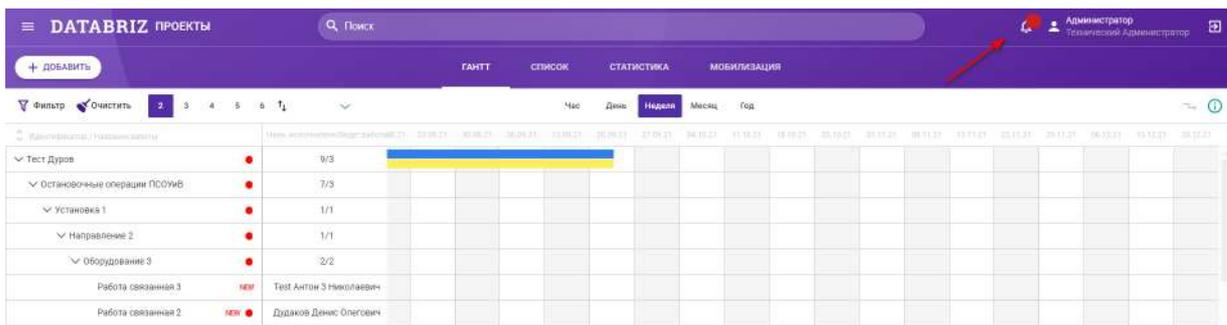

Рисунок 64 — Кнопка «Уведомление»
- Справа в верхнем углу нажмите на кнопку «Уведомления»  (см.рис.64);